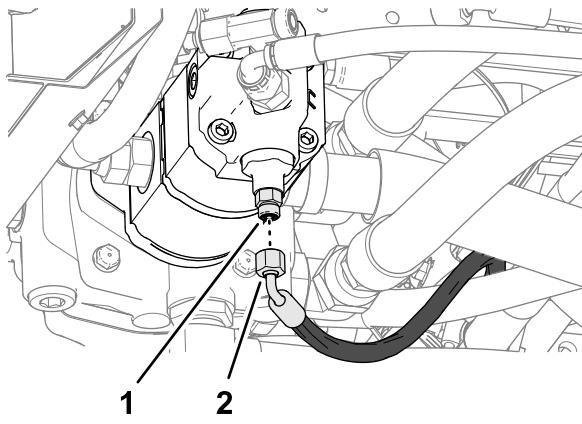

図 71
1. ステアリングバルブのロードセンシングホースを油圧ポンプの底部のストレート継手から外します(図 71)。